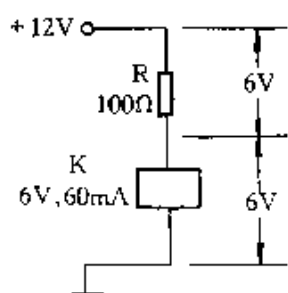
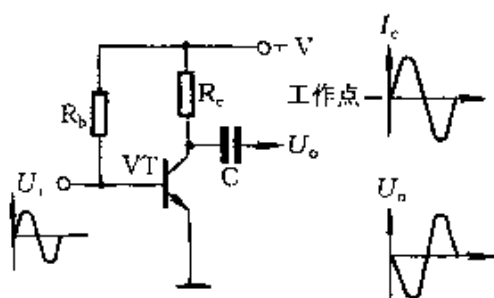

图 2-10
图 2-11
② 降压。图 2-10 所示为电阻器用作降压的情况。当电流流过电阻器时,必然会在电阻器上产生一定的压降,压降大小与电阻值 R 及电流 I 的乘积成正比,即: $U = IR$ 。利用电阻器的降压作用,可以使较高的电源电压适应元器件工作电压的要求。例如,继电器工作电压 6V 、工作电流 60mA ,而电源电压为 12V ,必须串接一个 100Ω 的降压电阻 R 后,方可正常工作。放大器的负载电阻也是利用电阻器的降压作用的例子。图 2-11 所示晶体管放大电路中,集电极电阻 R_c 即是负载电阻。输入信号 U_i 使晶体管集电极电流 I_c 相应变化,由于 R_c 的降压作用,从 VT 集电极即可得到放大后的输出电压 U_o (与 U_i 反相)。